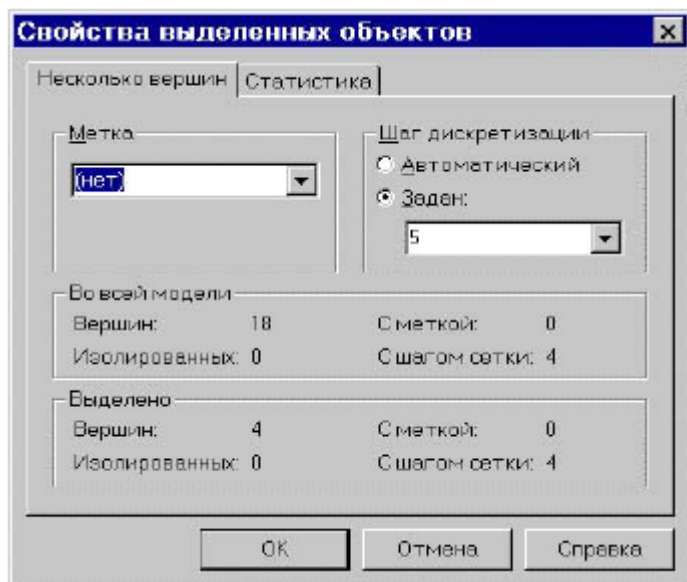

Рис. 16. Окно «Свойства...» на этапе задания шага дискретизации
2. Установите переключатель «Шаг дискретизации» в положение «Ручной» и введите 5 (рис. 16).